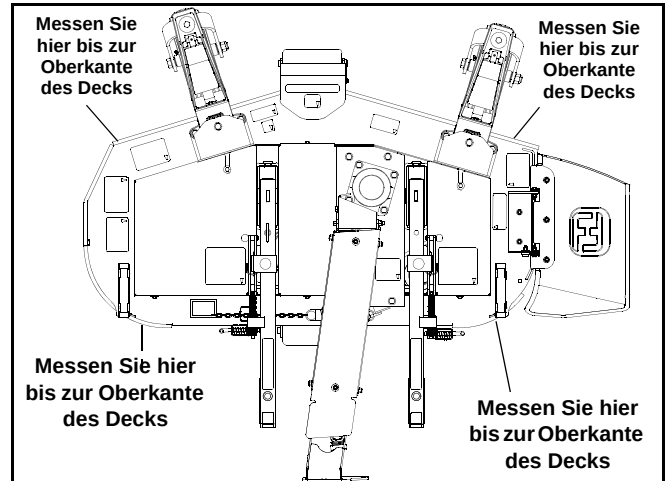
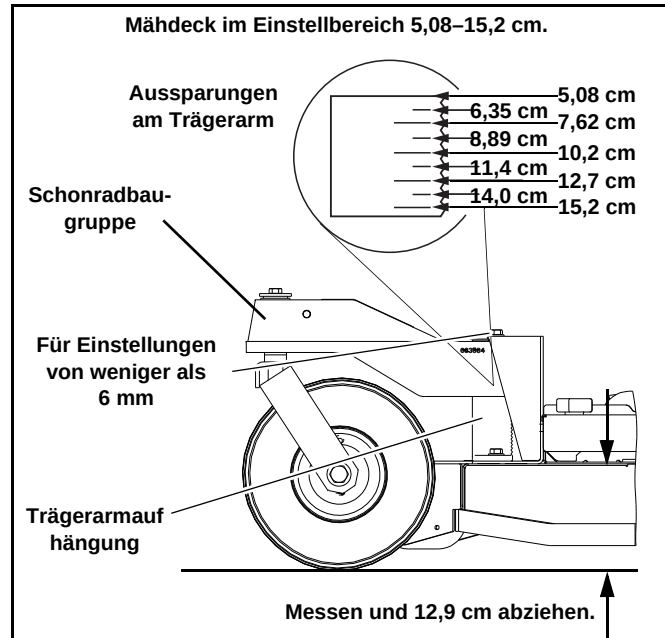

Abb. 3-17
Abb. 3-18
5. Messen Sie vom ebenen Boden aus bis zur Oberseite des Mähdecks. Abb. 3-17
Die Oberseite des Mähdecks ist 12,9 cm höher als die tatsächliche Schnitthöhe. Nehmen Sie die Messung an allen aufgezeigten Bereichen vor (Abb. 3-17) und ziehen Sie dann 12,9 cm davon ab. So erhalten Sie die tatsächliche Schnitthöhe für diese Bereiche.
HINWEIS: Geringfügige Anpassungen können auch über die 1/2-Zoll-Kopfschrauben auf **beiden** Trägerarmen der Schonrad-Baugruppe durchgeführt werden (vorwärts drehen zum Anheben der Schnitthöhe und zurück zum Absenken der Schnitthöhe). Abb. 3-18
Zur schnellen Überprüfung der Höheneinstellungen: Messen Sie vom ebenen Boden bis zur Oberkante des Mähdecks (siehe Abb. 3-18) und ziehen Sie 8,89 cm ab. Die Differenz ist die Schneidmesserhöhe. Vergewissern Sie sich, dass das Mähdeck ausnivelliert ist. Messen Sie vorn und hinten sowie auf beiden Seiten des Decks. Abb. 3-17
HINWEIS: 5,08–15,2 cm Schnitthöhe: Aussparungen am Trägerarm zeigen die Schnitthöhe in 1,27 cm Schritten an. Jede Kerbe repräsentiert eine Anpassung um 6,35 mm. Wenn die unterste (tiefste) Aussparung so eben auf der Oberseite der Schonradbaugruppe sichtbar ist, ist die Schnitthöhe auf 15,2 cm eingestellt. Dies gilt für den Einstellbereich 5,08–15,2 cm (siehe Abb. 3-18). Die folgende Markierung zeigt 14,0 cm an, dann 12,7 cm und so weiter. Die oberste Markierung zeigt 5,08 cm an. Stellen Sie die Schonradbaugruppe auf die höchste Position in der Halterung für 5,08 cm Schnitthöhe.